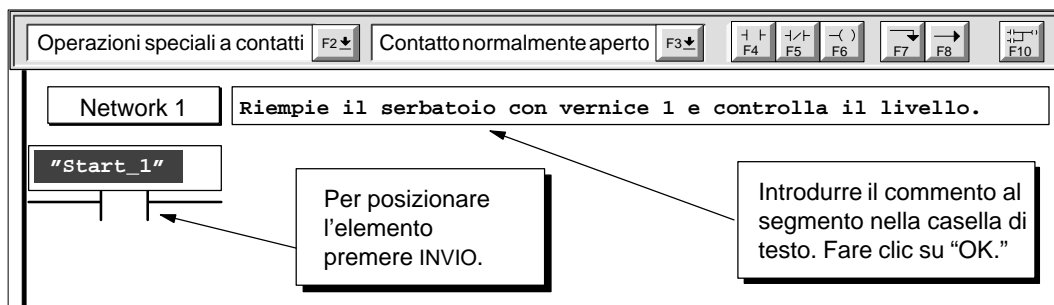

Figura 4-9 Introduzione del commento al segmento e del primo elemento KOP
1. Fare doppio clic sopra o accanto all'etichetta del segmento con il numero per accedere al campo del titolo dell'editor di commenti. Specificare il commento come nella figura 4-9 e fare clic su "OK."